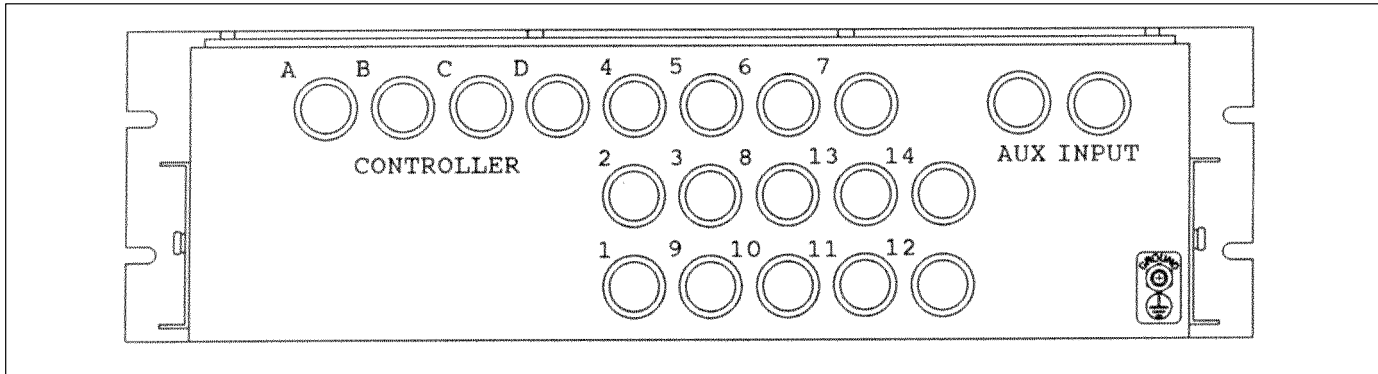

Abb. 3-2 Rückansicht der MC-3 Hauptsteuerung
Die Kabel von den Stromversorgungen werden durch die rückseitige Verkleidung des Gehäuses der MC-3 Hauptsteuerung hindurchgeführt (siehe Abb. 3-2).
1. Netzanschlußkabel (1,5 mm2 Querschnitt) in die MC-3 Hauptsteuerung durch die Kabelverschraubung hindurchführen, die sich in der Öffnung über der Schutzleiter-Anschlußschraube befindet. (Siehe Abb. 3-2).